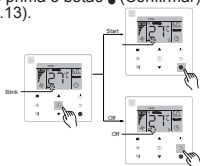

Figura 6.13
- Ativar/desativar a função "Silencioso": prima o botão  (Função) para alternar para a função "Silencioso" (" " pisca), e prima o botão  (Confirmar) para ligar a função ou prima o botão  (Cancelar) para desligar a função (ver Figura 6.13).